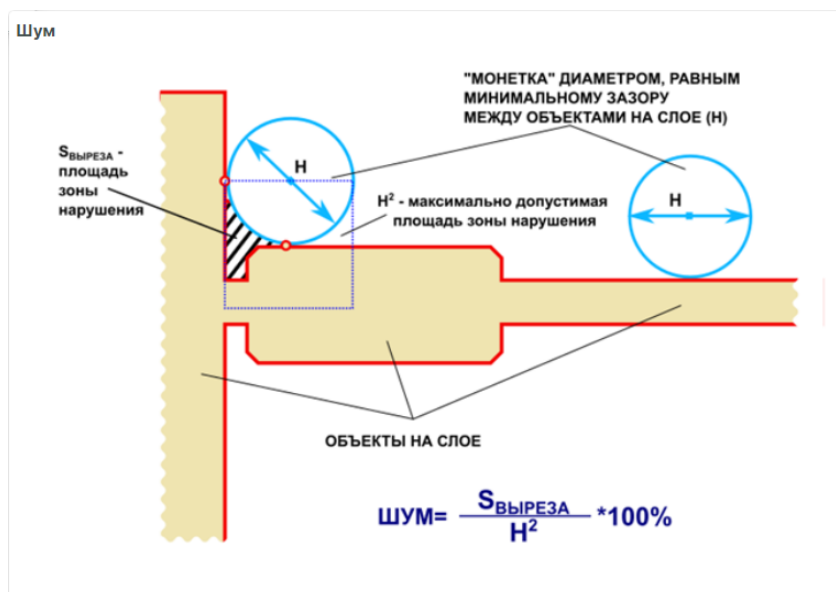

Рис. 501 Расчет значения шума
- максимального заданного значения шума: отношения площади выреза к квадрату минимального зазора между объектами (0% – 100%) между всеми элементами, расположенными на выбранных слоях печатной платы, см. Рис. 501.